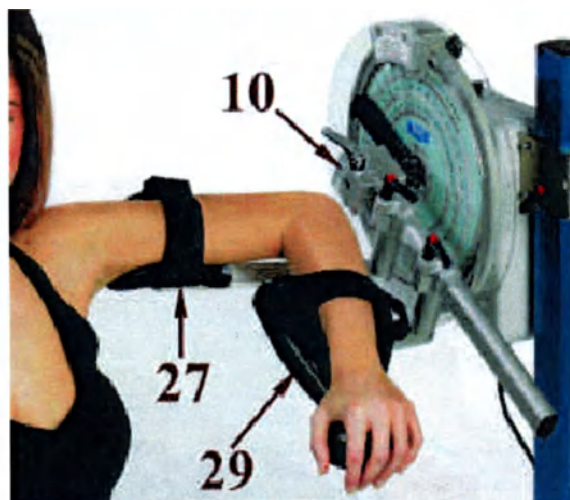

Рис.18
□□Используя клавиши «Start» и «Stop» клавиатуры, переместите механическую руку в положение 0 шкалы значений (17).
□□Подкатите аппарат к пациенту и расположите конечность пациента на пластиковых опорах (27) и (29) аппарата. При этом локтевой сустав пациента должен быть согнут под углом 90° (Рис. 18). Опора (27) должна находиться ориентировочно по центру руки, а опора (29), поддерживающая предплечье, должна быть отрегулирована таким образом, чтобы кисть пациента покоилась на центре выступающей части опоры (29).